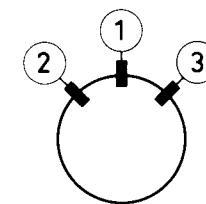

Fig II-5b
Steht die Ablenk-Unit in der richtigen Stellung, dann Keile ② und ③, von dem der Papierstreifen entfernt worden ist, anbringen (siehe Abb. II-5b oder 6b). Das Leimstück fest gegen das Glas der Bildröhre drücken.